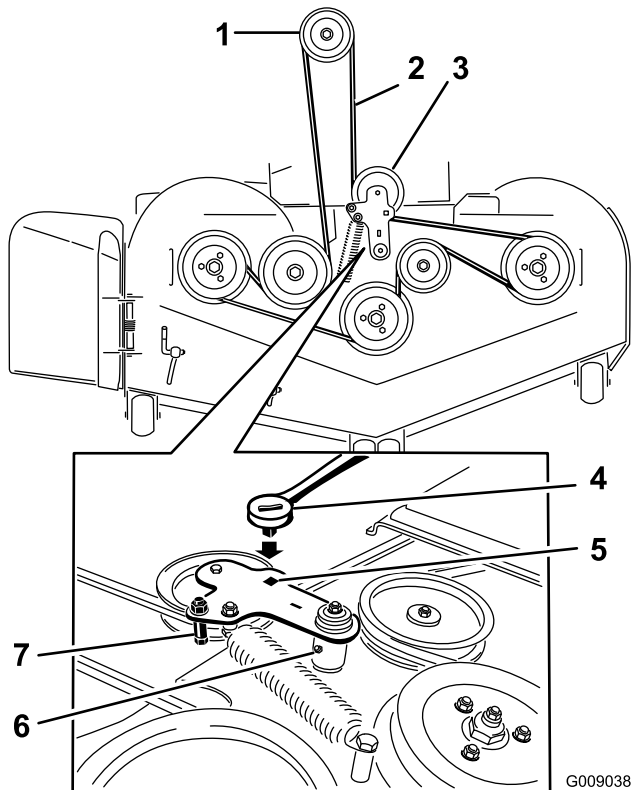

Figura 81
5. Utilice una llave de carraca en el taladro cuadrado del brazo tensor para aliviar la tensión del muelle tensor (Figura 81).
7. Instale la guía de la correa en el brazo tensor tensado con muelle indicado en Figura 81.
- Pase la correa nueva alrededor de las poleas del cortacésped y de la polea del embrague, debajo del motor (Figura 81).
- Instale la guía de la correa en el brazo tensor según se muestra en Figura 81.
- Utilizando la llave de carraca en el taladro cuadrado, instale el muelle tensor (Figura 81).